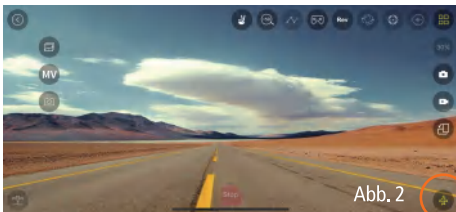

Abb. 2
- Für alle Einstellungen tippen Sie auf das Flug-Icon (kleiner Button unten rechts) (Abb. 2), um auf alle Steuerungs- und Funktionsoptionen zuzugreifen (Abb. 3).